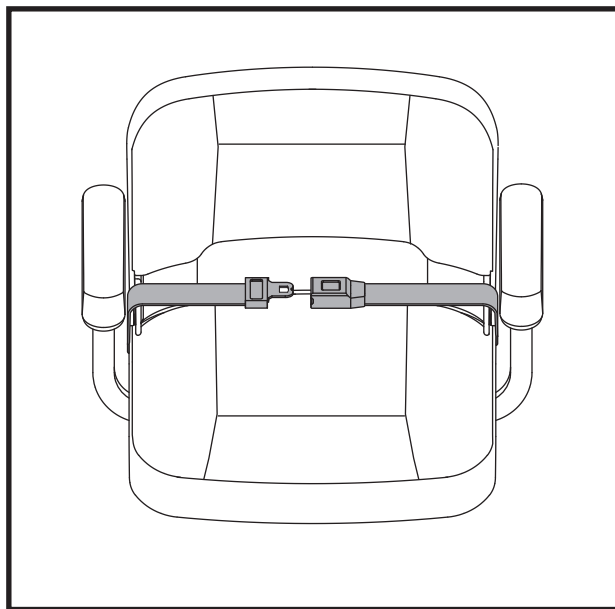

Figura 18. Cintura di sicurezza con aggancio metallico
1. Inserire il gancio metallico del lato destro della cintura nella chiusura di plastica al lato opposto spingendo fino a sentire un “click”. **Vedere figura 18.**